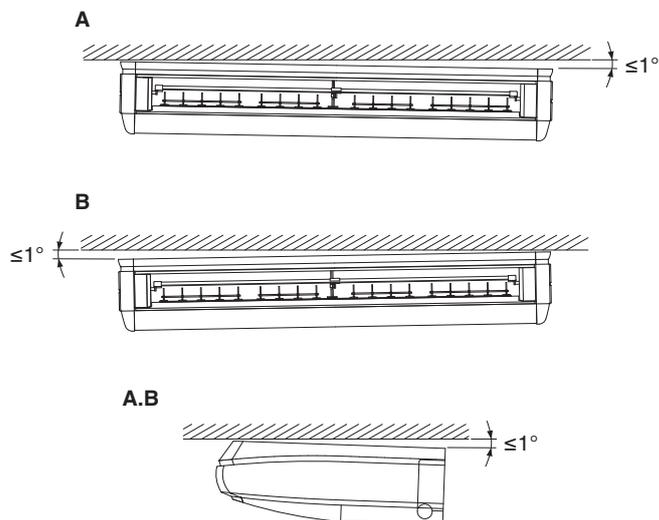

Fig. 12
- (5) Durante la sospensione dell'unità interna, assicurarsi di utilizzare la livella per garantire un drenaggio migliore e un'installazione orizzontale. Inoltre, se possibile presso il luogo di installazione, eseguire l'installazione in modo che il lato della tubazione di scarico sia leggermente più basso. (Fare riferimento alla Fig. 12)